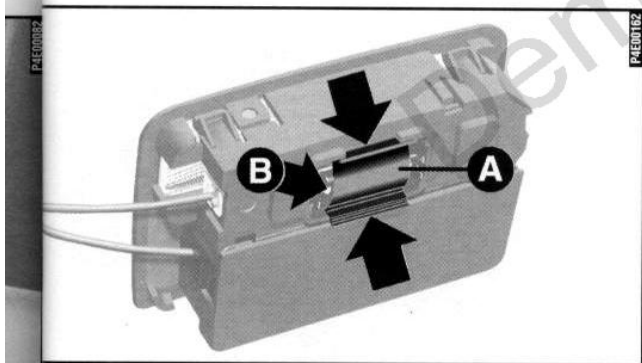

fig. 24
- retirar o refletor **A**-fig. 24, pressionando no sentido das setas, e substituir a lâmpada cilíndrica **B**.